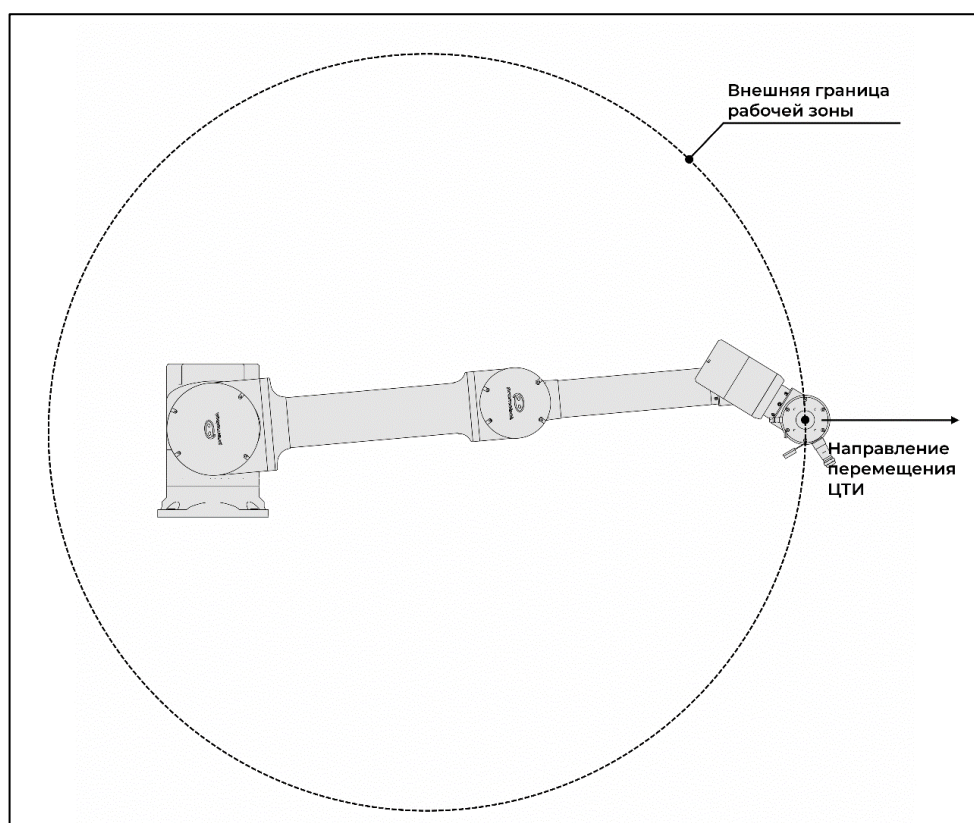

Рисунок I-32 – Сингулярность внешней границы рабочей зоны
- сингулярность внешней границы рабочей зоны (см. Рисунок I-32) – возникает при работе вблизи предельного вылета манипулятора;